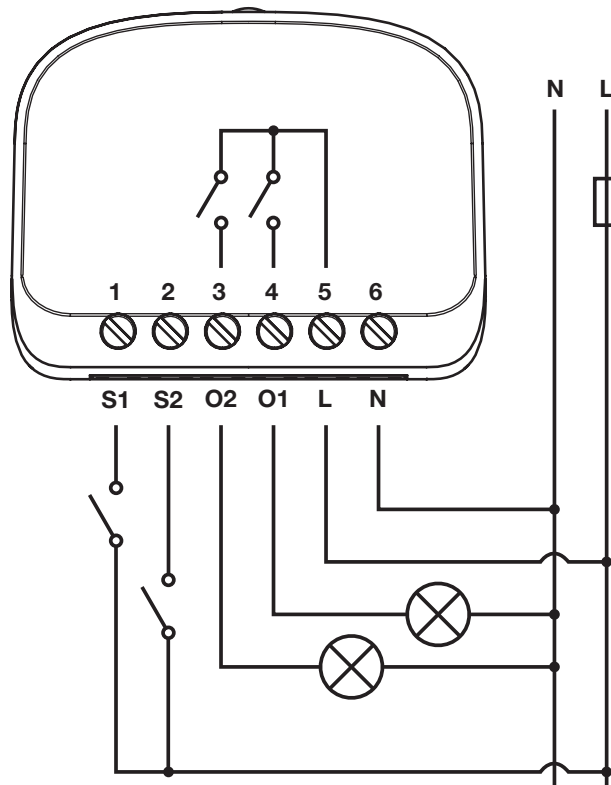

Abb.1 BiDi-Switch Schaltplan
Das Abspeichern und Programmieren ist über den Programmierertaster (Bild 1) am BiDi-Switch möglich.
1.	Drücken Sie die Programmier Taste und halten Sie sie gedrückt (Abb. 1).
2.	Lassen Sie die Programmier Taste (Abb. 1) los, wenn die LED rot leuchtet (1. Position).
1.	Drücken Sie die Programmierstaste (Abb. 1) und halten Sie sie gedrückt.
2.	Lassen Sie die Programmierstaste (Abb. 1) los wenn die LED orangefarben leuchtet (2. Position).
1.	Drücken Sie die Programmier Taste (Abb. 1) und halten Sie sie gedrückt.
2.	Die Programmier Taste (Abb. 1) loslassen, wenn die LED grün leuchtet (3. Position).
1.	Die Programmier Taste (Abb. 1) drücken und gedrückt halten.
2.	Lassen Sie die Programmier Taste (Abb. 1) los, wenn die LED weiß leuchtet (4. Position).